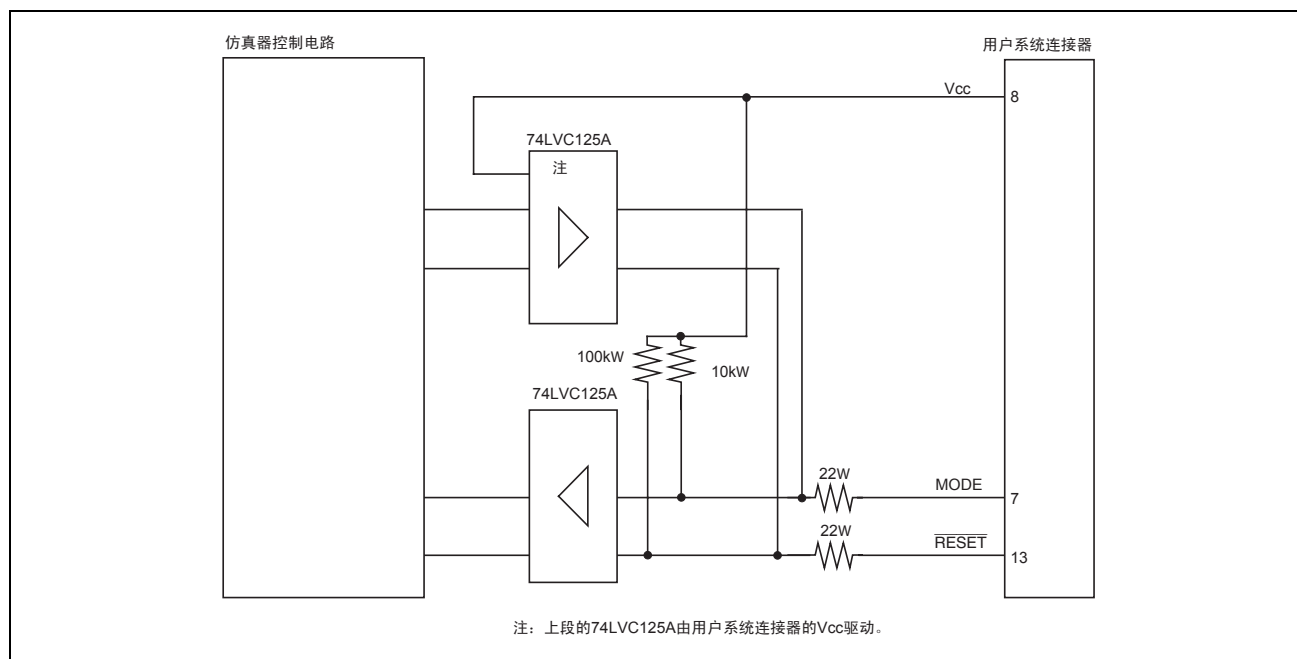

图 4.4 仿真器内的接口电路（参考）
7. 仿真器内的接口电路如图4.4所示。在决定上拉电阻值等时，请参考。